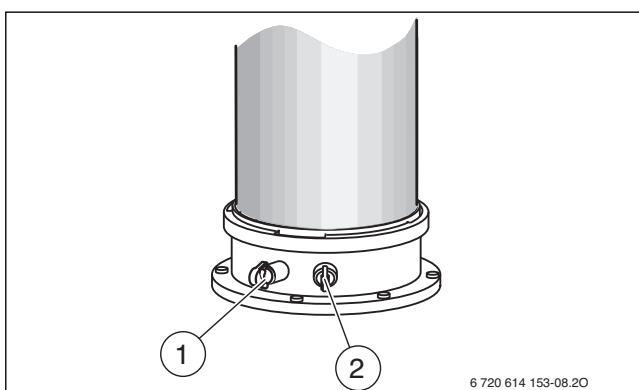

Fig. 38 Orificiu de măsurare a gazelor arse și orificiu de măsurare a aerului de ardere
- ▶ Îndepărtați dopurile de la orificiul de măsurare a gazelor arse [1] (→ Fig. 38).